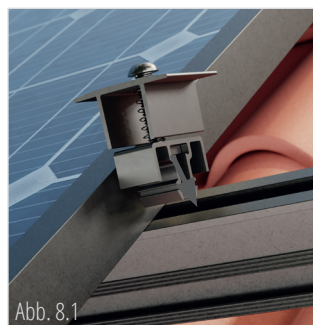

Abb. 8.1
1. Die Mittelklemmen auf beide Tragschienen klicken. Dazu muss die Torxschraube (TX40) fast vollständig herausgedreht sein (Abb. 8.1).